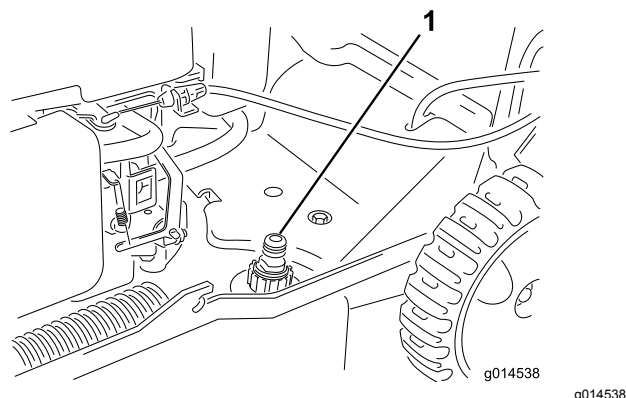

Figure 20
3. Branchez un tuyau d'arrosage, relié à une arrivée d'eau, au raccord de lavage (Figure 20).